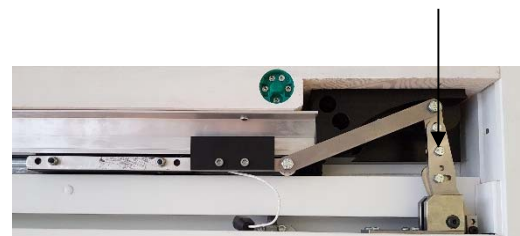

Bild 3: Obere Rahmenverbreiterung, Flügel geschlossen und verriegelt
- 3) Taste (-) gedrückt halten (Riemen bewegt sich in Richtung "Tür geschlossen"). Der Mitnehmer am Zahnriemen koppelt im Schlitten ein und nimmt den Flügel mit. Weiterhin die Taste (-) drücken bis die Rolle das Mass (manuell betätigt) oder die Markierung erreicht hat (Flügel in Stellung geschlossen und verriegelt) Bild 3, Seite 3.